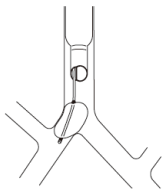

Fig.8
- 1) & 2) Ovenstående kan muligvis tilskrives det faktum, at blokeringsmanchetten er blevet løsnet i luftrørets lumen (herniation) og har indsnævret det (Fig. 8).
7. Hvis en herniering som beskrevet i Fig. 8 forekommer, kan hypoksæmi afhjælpes ved blot at tømme manchetten.